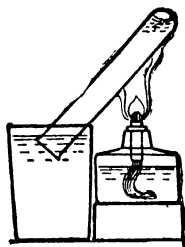

Рис. 22. Выделение из воды растворённого в ней воздуха.
■ **Опыт 4.** Наполните свежей водой из водопровода или из колодца пробирку доверху, опустите отверстием в стакан с водой и конец нагревайте, как показано на рис. 22 (не кипятите). В верхней части пробирки собираются пузырьки выделившегося из воды воздуха. ■